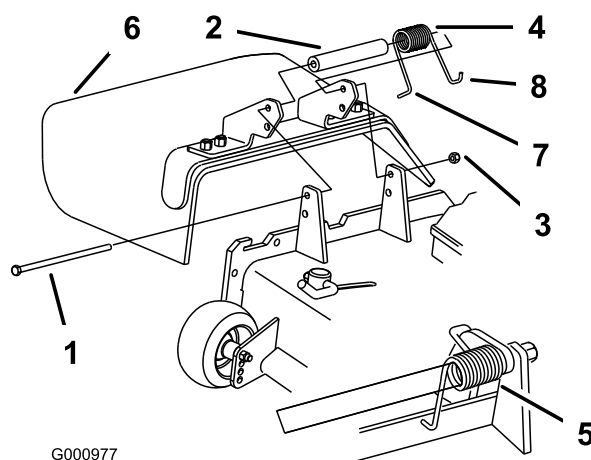

Figura 36
1. Retire la contratuerca, el perno, el muelle y el espaciador que sujetan el deflector a los soportes de pivote (Figura 36). Retire el deflector de hierba dañado o desgastado.
Nota: Asegúrese de colocar el extremo en L del muelle detrás del reborde de la carcasa antes de instalar el perno, según se muestra en Figura 36.
3. Instale el perno y la tuerca Coloque el extremo en J del muelle alrededor del deflector de hierba (Figura 36).